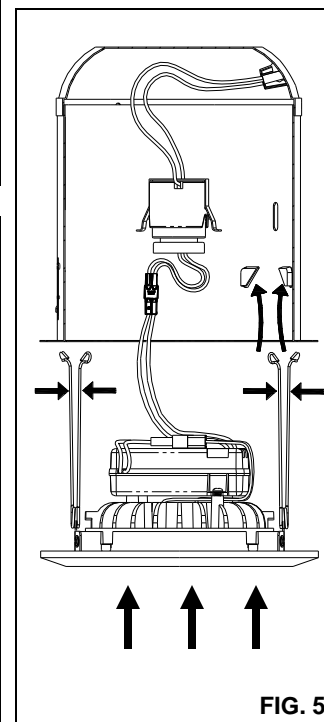

FIG. 5
4. Serrez les deux pattes à RESSORTS DE TORSION l'une contre l'autre et insérez-les dans les FENTES DE RESSORT DE TORSION (ou SUPPORTS DE RÉCEPTION) du BOÎTIER. Rentrez tous les fils dans le BOÎTIER et poussez doucement la GARNITURE DE RÉNOVATION dans le BOÎTIER. (À NOTER : dans le cas de boîtiers peu profonds, placez soigneusement le SUPPORT ADAPTATEUR et la DOUILLE contre le côté le plus long du TRANSFORMATEUR DEL avant d'insérer la GARNITURE DE RÉNOVATION dans le BOÎTIER.) **(FIG. 5)**
2. Serrez les deux pattes à RESSORTS DE TORSION l'une contre l'autre et insérez-les dans les FENTES DE RESSORT DE TORSION (ou SUPPORTS DE RÉCEPTION) du BOÎTIER. Rentrez tous les fils dans le BOÎTIER et poussez doucement la GARNITURE DE RÉNOVATION dans le BOÎTIER. **(FIG. 5)**